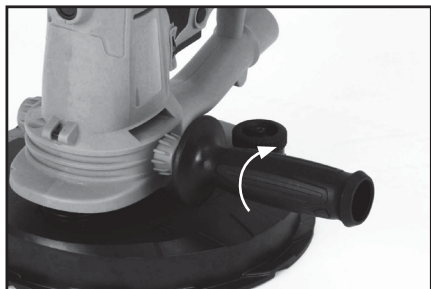

Fig. 1
- Fije el mango auxiliar lateral a la máquina atornillándolo en el buje preferido en el lado izquierdo o derecho de la máquina. (Fig. 1)